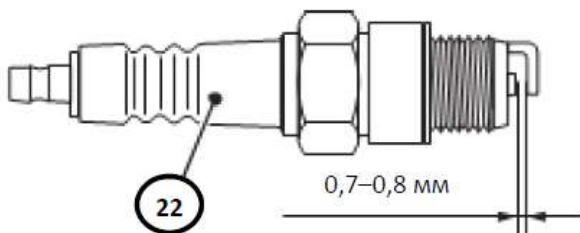

Рис. 15 Необходимый зазор в свече зажигания.
- Снимите наконечник с высоковольтным проводом и выверните свечу зажигания 22 (см.рис. 15) при помощи ключа, входящего в комплект поставки.
- Проверьте искровой промежуток свечи зажигания. Искровой промежуток должен составлять 0,7–0,8 мм (см. рис. 15). В случае необходимости отрегулируйте искровой промежуток, аккуратно подгибая боковой электрод свечи зажигания.